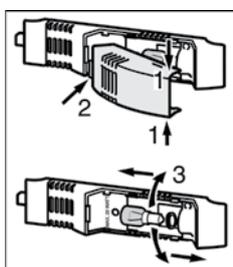

Рис. 14
- ▶ Возьмите держатель лампы сверху и снизу *Рис. 14 (1)*.
- ▶ Сдвиньте кожух лампы сзади и снимите его *Рис. 14 (2)*.
- ▶ Замените лампу *Рис. 14 (3)*.